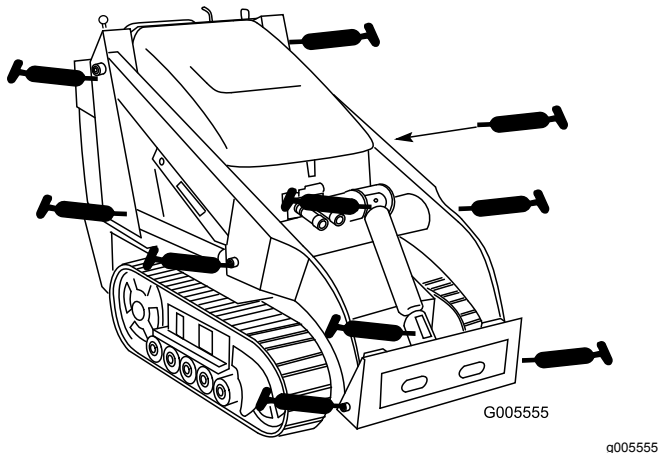
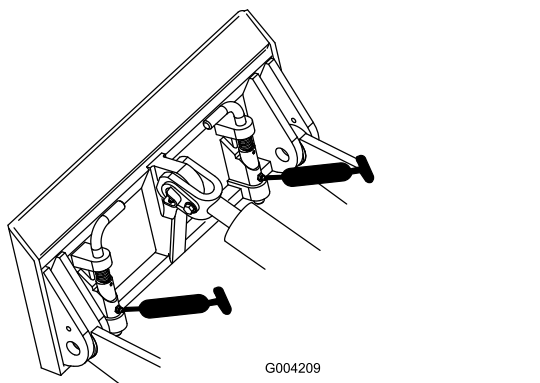

Bild 30
Bild 31
4. Setzen Sie die Fettpresse nacheinander an allen Nippeln an (Bild 30 und Bild 31).